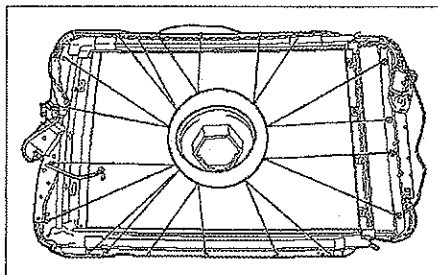

FIG. 70
- Desmontar los 20 tornillos de fijación del chasis de techo corredizo (fig. 70).